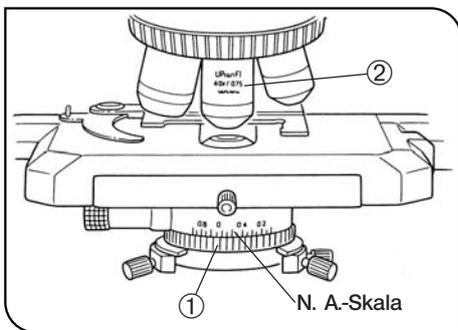

Abb. 32
Die Skala für die numerische Apertur des Kondensors auf ca. 80% des N. A.-Wertes ② des entsprechenden Objektivs einstellen. (Abb. 32)